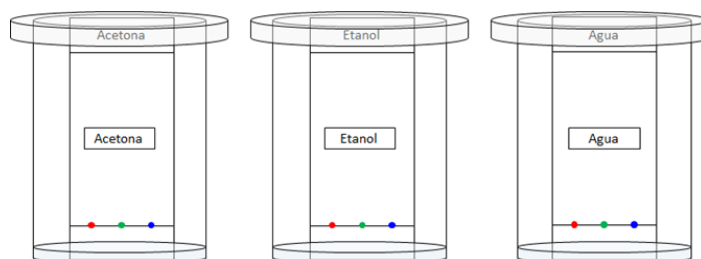

Figura 4.
- Introduzca los papeles en cada uno de los vasos (figura 4) de acuerdo con la rotulación asignada.